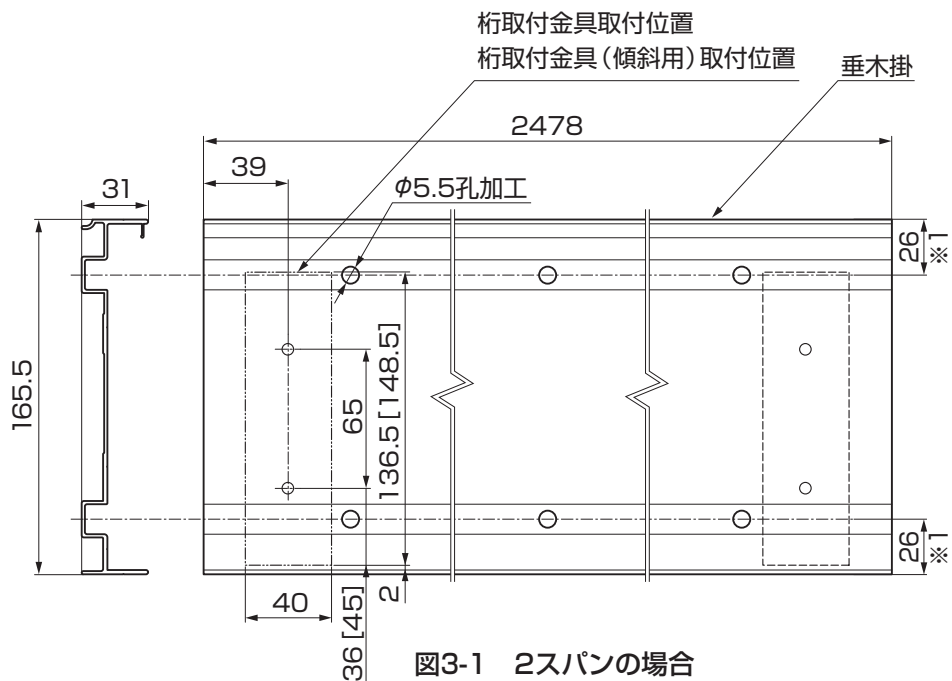
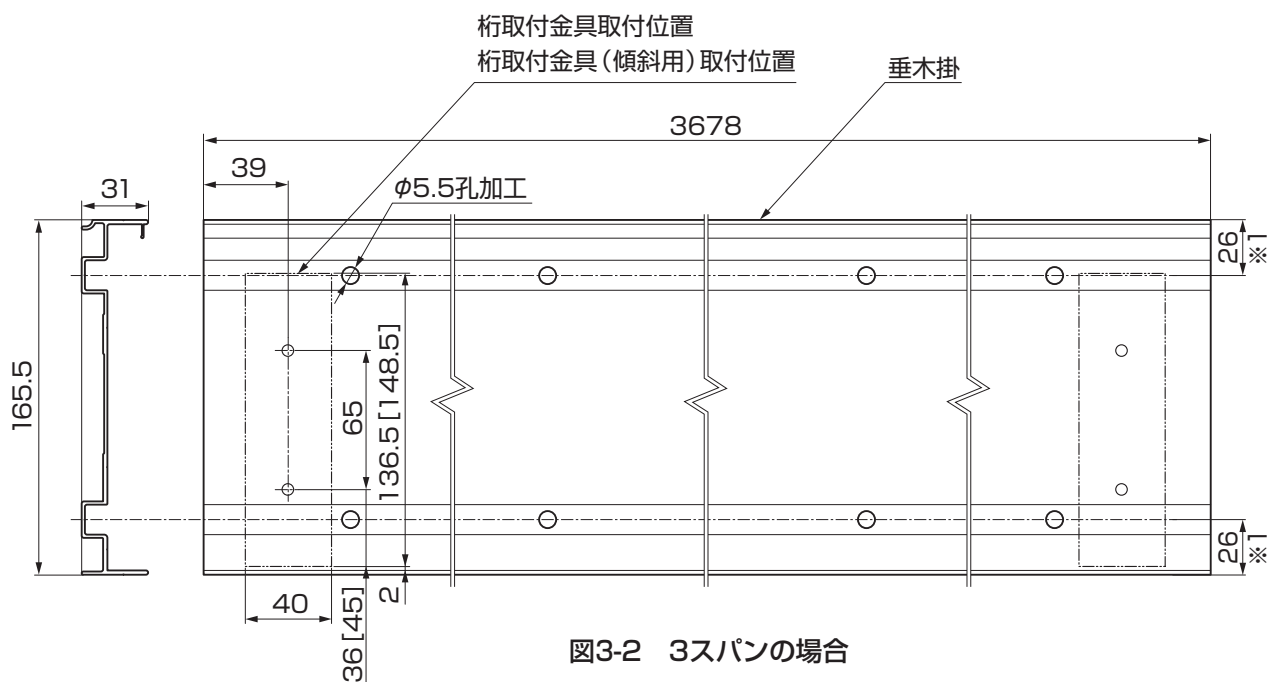

図3-1 2スパンの場合
図3-2 3スパンの場合
①垂木掛に孔加工をしてください。(図3-1参照)(図3-2参照)